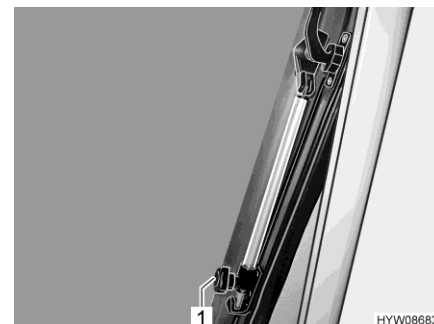

Fig. 61 Bras pivotant (vasistas de toit)
- Ouvrir le vasistas de toit jusqu'à la position voulue et le bloquer avec la molette (Fig. 61,1).
- Tourner la molette (Fig. 61,1) jusqu'à ce que le dispositif de blocage soit libéré.